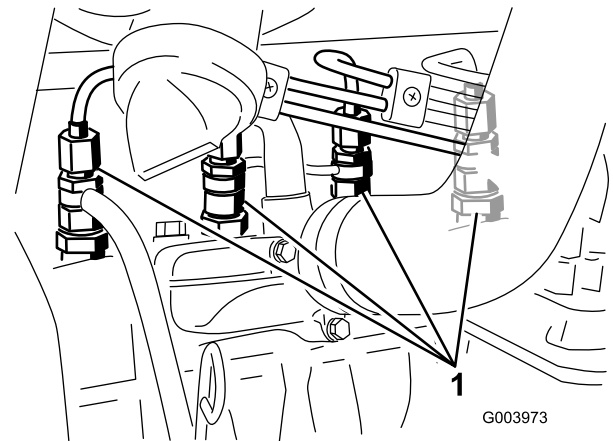

Figura 64
1. Liberte a tubagem que se encontra ligada ao injectore nº 1 e à estrutura de suporte da bomba de injeção (Figura 64).